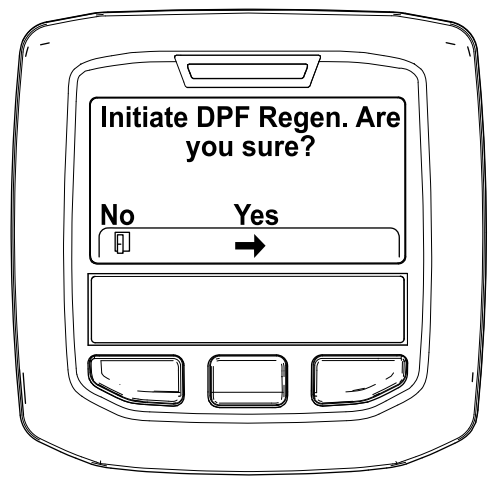

Figura 44
4. Cuando aparezca el mensaje "Initiate DPF Regen. Are you sure?" (Iniciar regeneración de DPF, ¿está seguro), pulse el botón central (Figura 44).